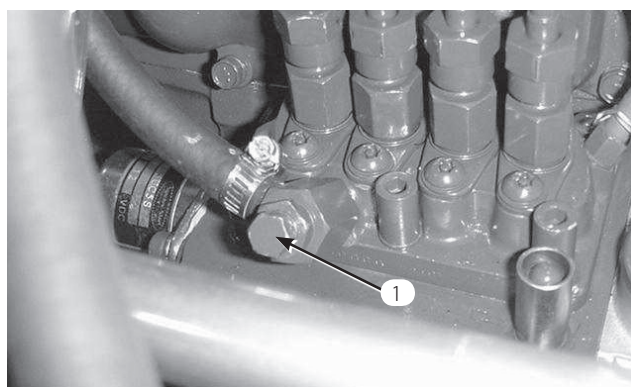

図 15
5. 燃料噴射ポンプについているエア抜きネジ(図15)をゆるめる。